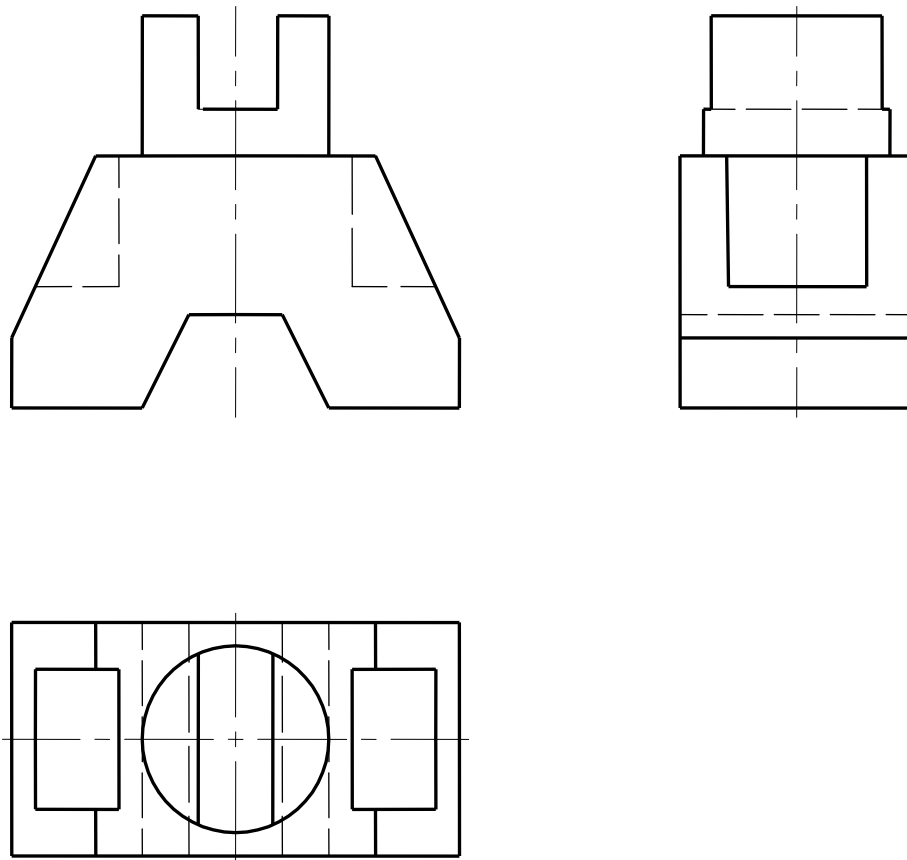

Рис. 3.27
2. Побудувати три вигляди моделі в тонких лініях. Штриховими лініями показати внутрішній контур моделі (рис. 3.27).